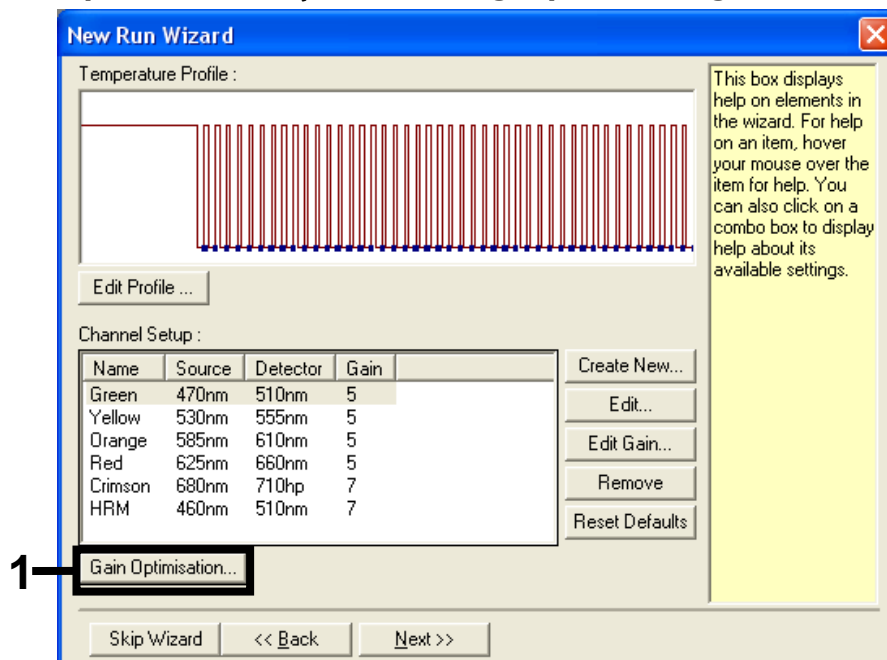

Abbildung 10. Verstärkungsoptimierung
13. Klicken Sie im nächsten Dialogfeld auf die Schaltfläche „Gain Optimisation“ (Verstärkungsoptimierung, siehe Abbildung 10).